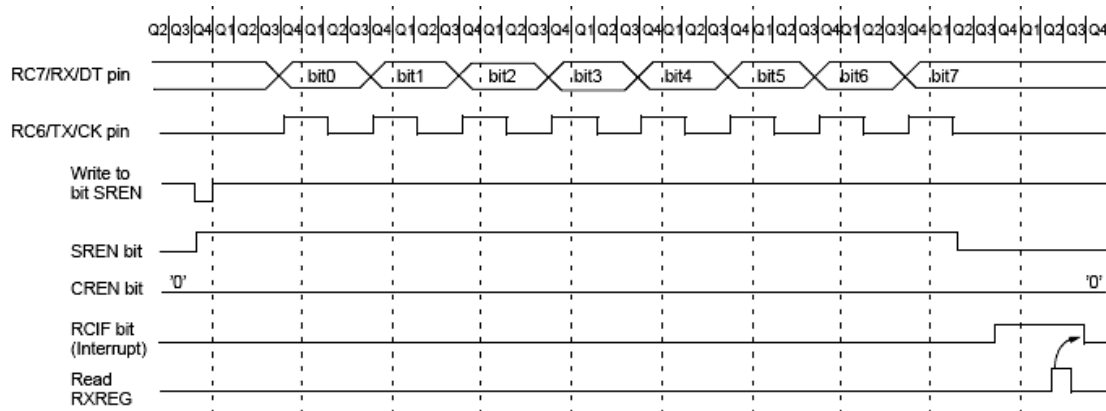

Figura 9.15: Recepção síncrona modo mestre (SREN)
A **Figura 9.15**, diagrama de temporização, demonstra o modo síncrono mestre com o bit SREN setado e o bit BRG apagado (0).